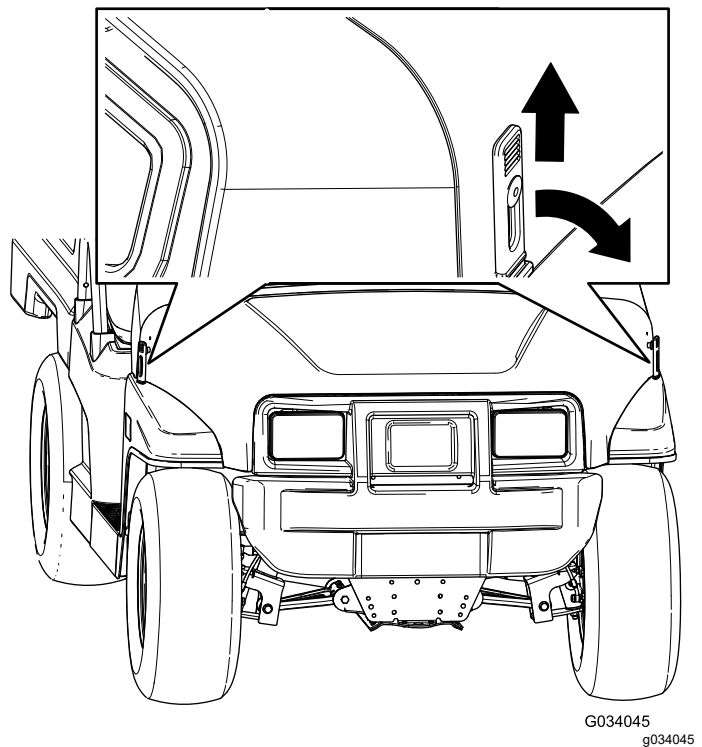

Figure 23
1. Soulevez la poignée des loquets en caoutchouc de chaque côté du capot (Figure 23).
2. Fixez le capot en place en alignant les loquets en caoutchouc sur les ancrages de verrouillage de chaque côté du capot (Figure 23).